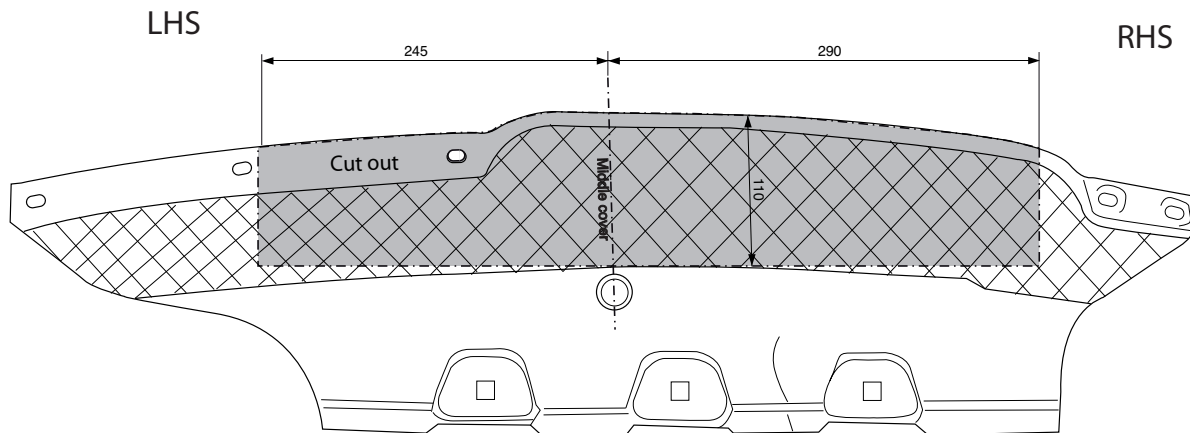

Fig.4
3. Выпилить обозначенную часть, как указано на рис. 4 и 5.